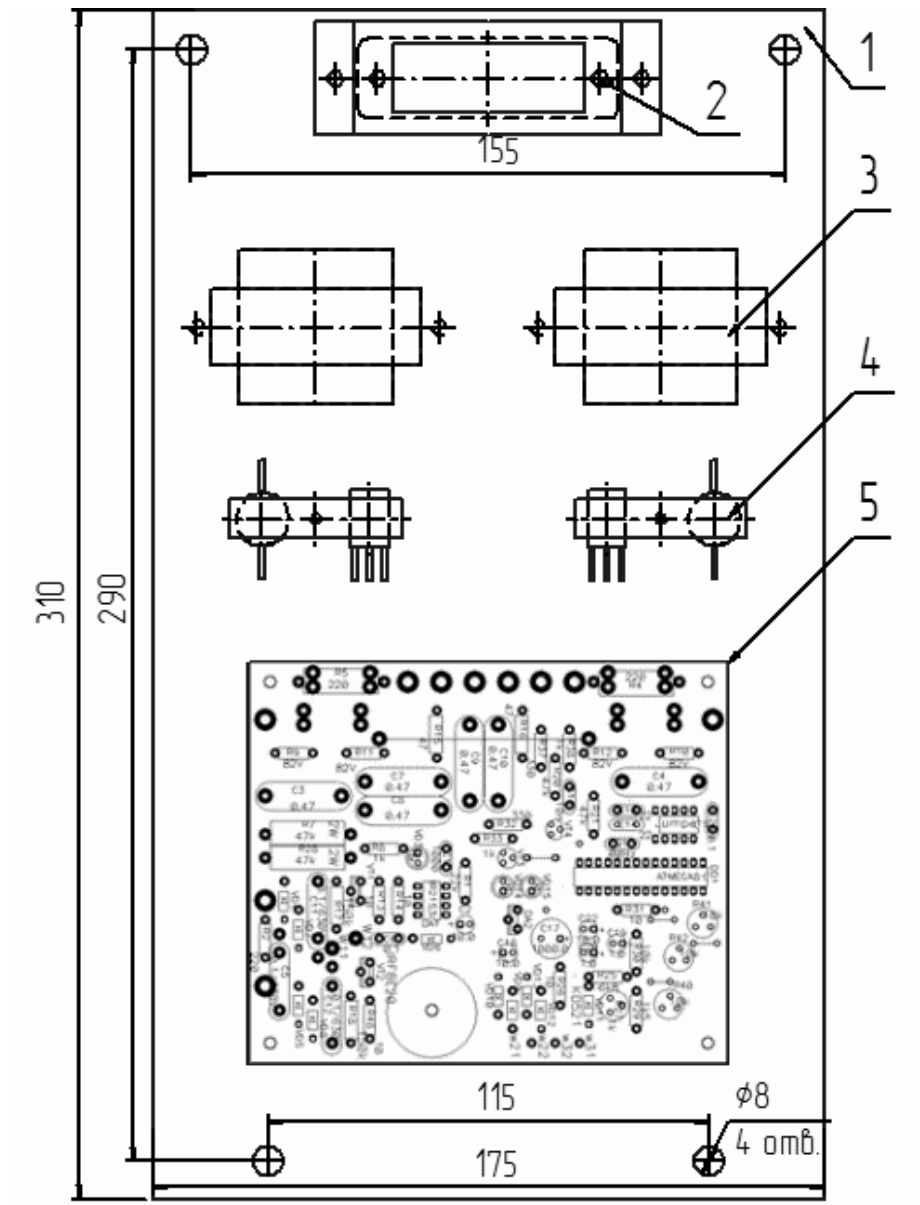
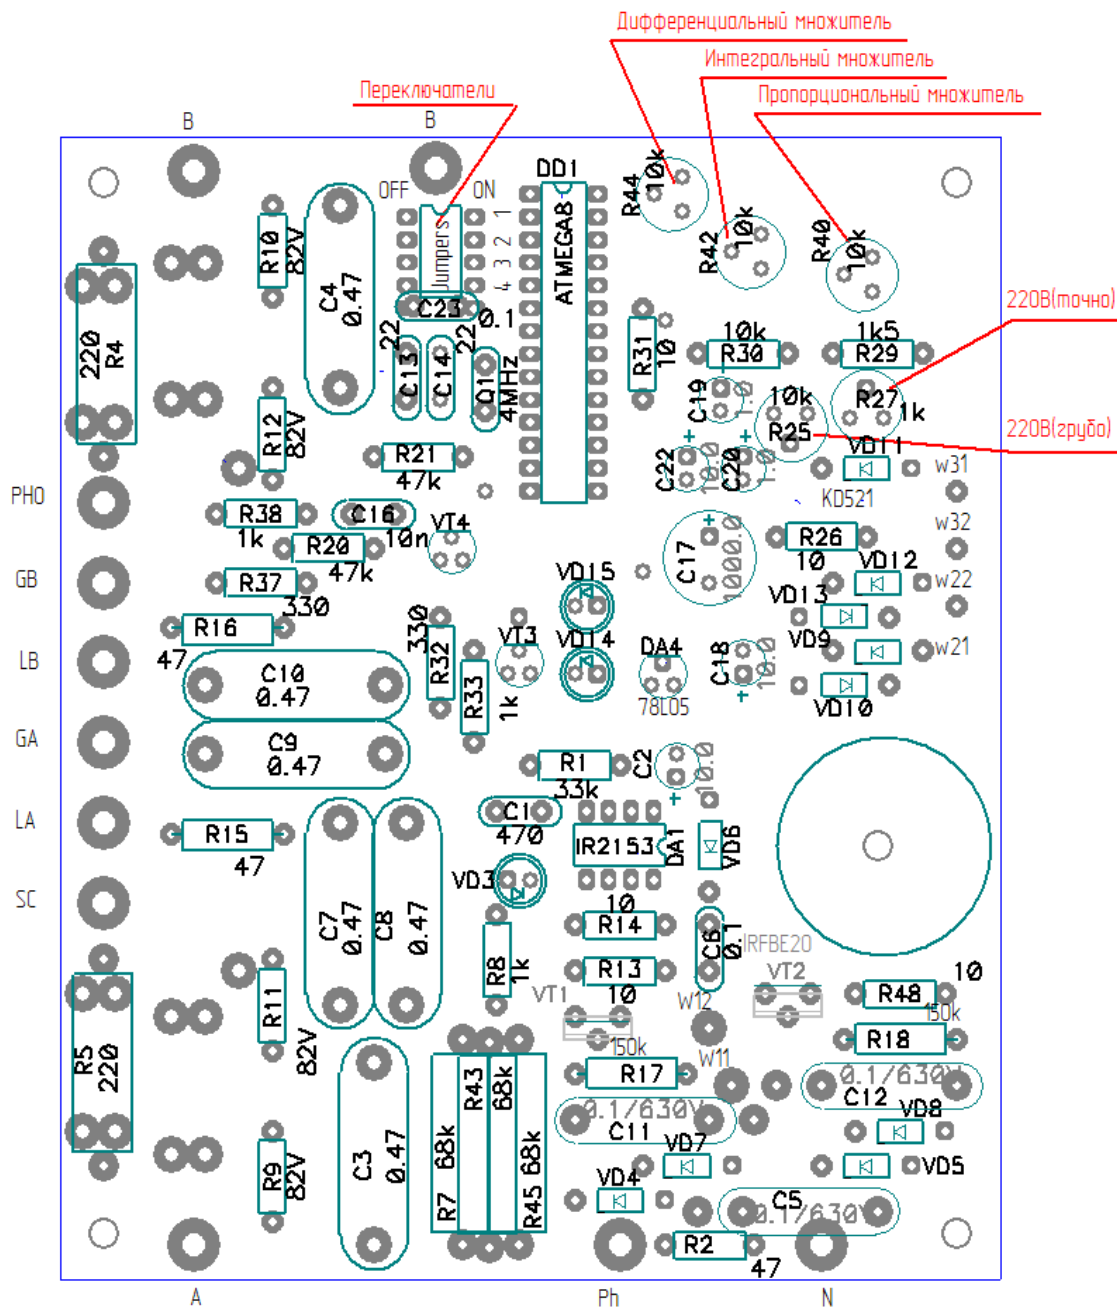

Рис.1. Общий вид устройства БУ.
Рис.2. Расположение элементов на печатной плате.
Общий вид устройства приведен на рис.1. На пластине основания (1) предусмотрены четыре отверстия для монтажа устройства в шкафу СТС-2. Монтируется каждый из трех БУ на место штатных устройств теми же винтами за передними дверями кожуха СТС. Вилка разъема БУ соединяется с соответствующим гнездом жгута проводов СТС вместо штатного БУ. Уровень стабилизируемого напряжения подстраивается подстроечным резистором R27 (на рис.2 обозначен стрелкой) отверткой с плоским шлицем не более 4мм. Остальные регулировочные элементы на плате подстраиваются при изготовлении и контрятся.
В программе микроконтроллера (на плате управления) реализован пропорционально-интегрально-дифференциальный закон регулирования (ПИД). Коэффициенты каждой составляющей закона регулирования устанавливаются подстроечными элементами на резисторах в процессе первоначальной настройки БУ. Резистором R40 (рис.2) устанавливается усиление пропорционального слагаемого ПИД - регулирования, резистором R41 – интегрального, а резистором R44 – дифференциального. Крайнее левое положение резисторов обнуляет соответствующий коэффициент, а крайнее правое – выставляет коэффициент на максимум.
Проверка БУ возможно для каждой фазы отдельно и независимо от стабилизатора СТС. Для этого БУ снимается и подключается к сети 220В через контакты 7 и 9 входного разъема (рис.2). По свечению светодиода VD3 определяется исправность цепей до транзисторного преобразователя. Первая перемычка на переключателе выбора тестовых режимов устанавливается в положение включено «ON». При исправных цепях управления тиристоров должен гореть один из светодиодов VD14 или VD15 (какой - зависит от уровня напряжения питания 220В и величины уставки). Если покрутить резистор уставки R27, то по свечению светодиодов можно убедиться в реакции схемы стабилизации на изменение входного сигнала.